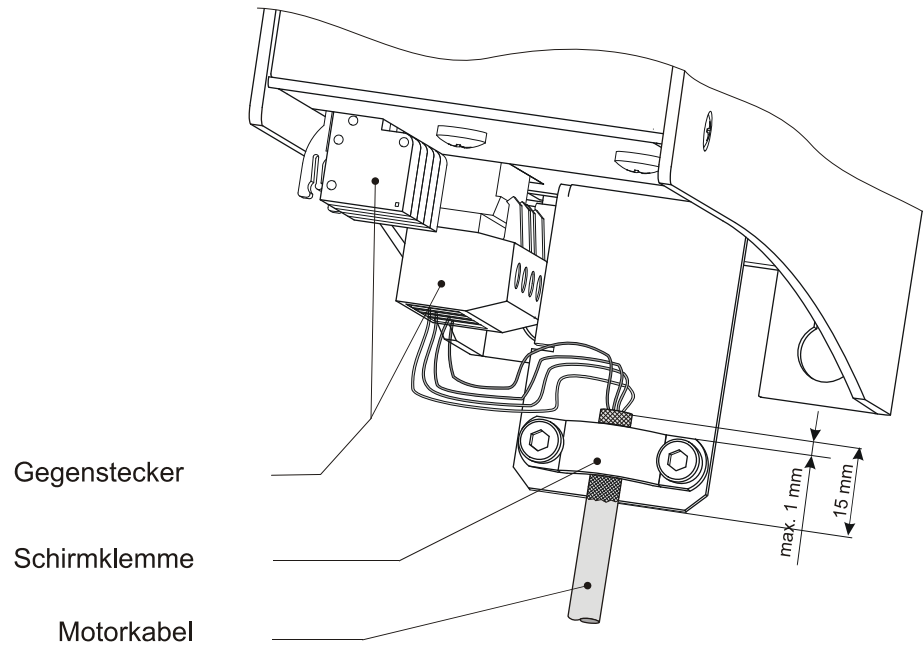

Abb. 3: EMV-konforme Befestigung der Motorkabel
-  Befestigen Sie die Befestigungsschelle zur Zugentlastung und Schirmung des Motorkabels neben die Buchse X62 (siehe Abb. 3, Seite 22).
- Motorleitungen anschließen nach Abb. 3, Seite 22.